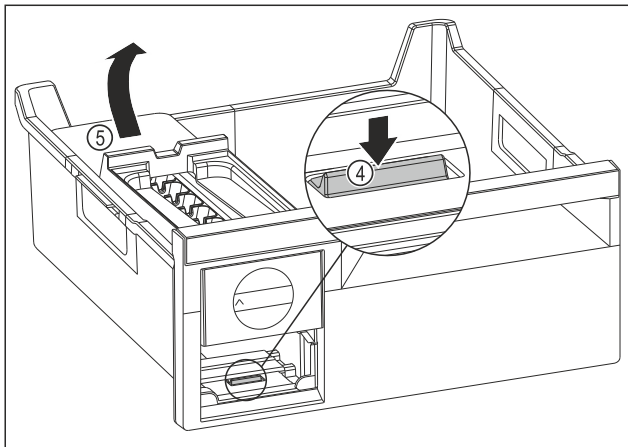

Fig. 112
- ▶ Vyjmutí korpusu EasyTwist-Ice: Lamelu Fig. 112 (4) zatlačte prstem směrem dolů a zároveň nadzvedněte druhou rukou korpus EasyTwist-Ice Fig. 112 (5) zezadu.